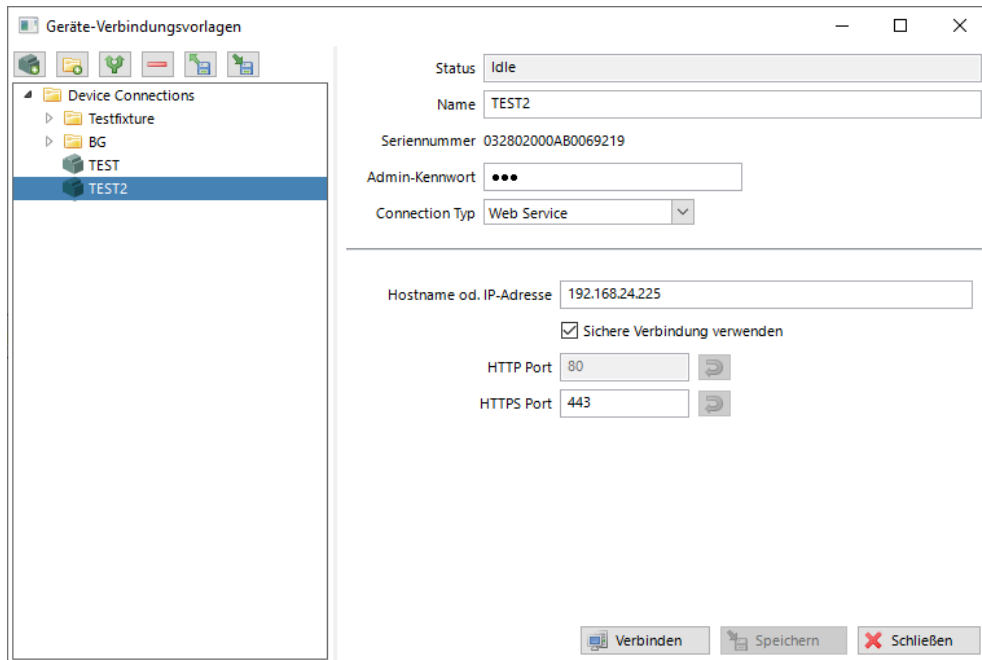

Abbildung 112: Geräte-Verbindungsdialog
2. Selektieren Sie das Menü: **Verbindung → Mit Gerät verbinden ....** Dies öffnet den Geräte-Verbindungsdialog, wie in Abbildung 112 gezeigt wird.